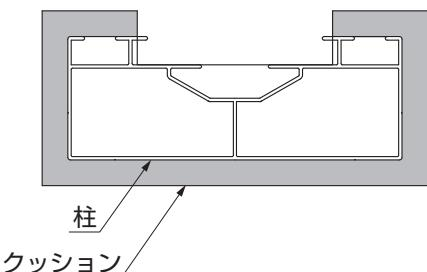

図2-13
③柱固定アンカーが硬化した後に、図2-13の■をカッター等で切取ってください。